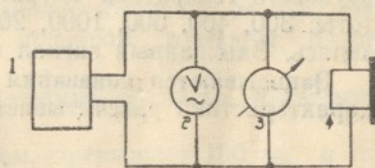

Рис. 9. Схема проверки аппарата в режиме «Воспроизведение»:
7. Переключатель 13 (рис. 3) переводится в крайнее положение, отмеченное красным кружком, и воспроизводится записанный сигнал. Контроль записи (записанного сигнала) производится по схеме рис. 9.
Показания прибора 2 (рис. 9) записываются, а затем чувствительность аппарата подсчитывается по формуле:
— эта запись воспроизводится (схема рис. 9);